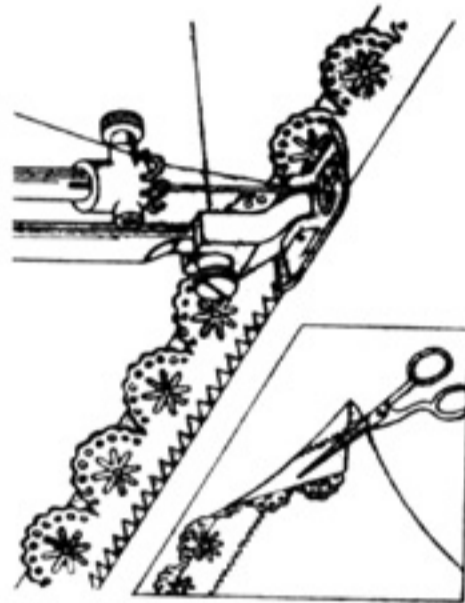

Рис. 63
41. Пришивание кружева (рис. 63)